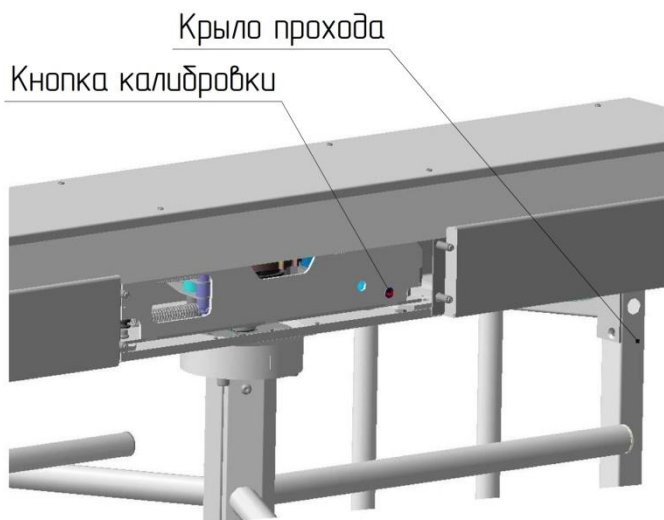

Рис. 6
– установите на место крышку 11 (выполнить после подключения турникета и, при необходимости, проведения режима калибровки) и закрепите винтами М4. Расположение кнопки показано на рис. 6.